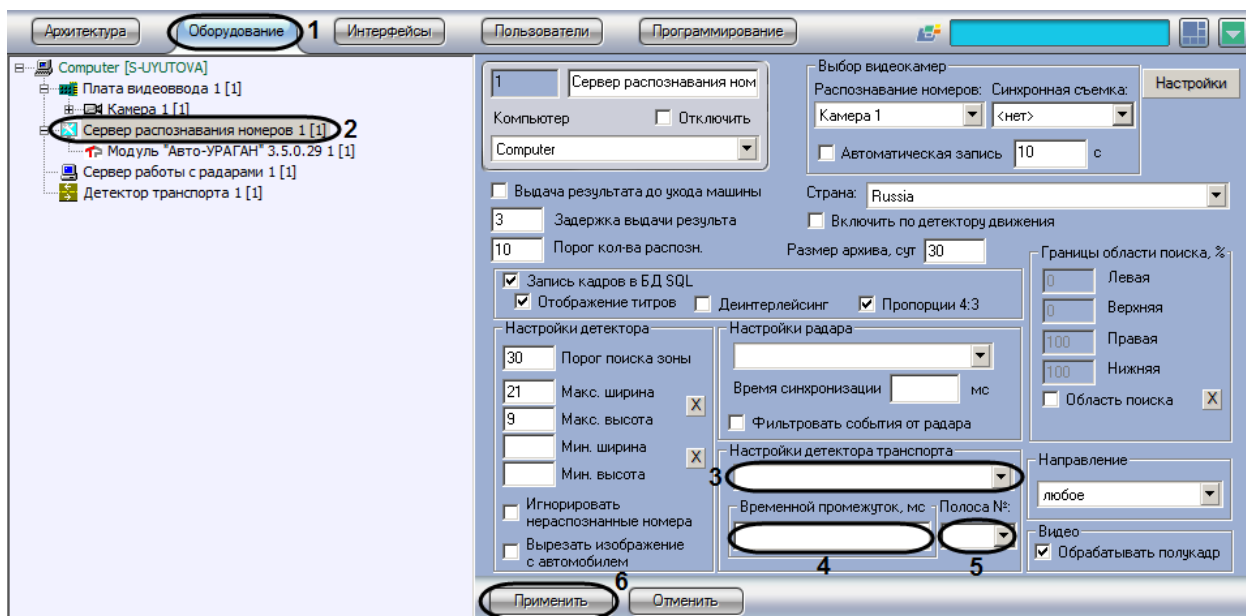

Рис. 7.2—21. Настройка совместной работы Сервера распознавания номеров и программного модуля «Детектор транспорта»
1. В диалоговом окне «Настройка системы» перейти на вкладку «Оборудование» (см. Рис. 7.2—21, 1).
2. В дереве объектов на вкладке «Оборудование» выбрать объект «Сервер распознавания номеров», соответствующий активированному программному модулю «Авто-УРАГАН 3.5.0.29», «CARMEN-паркинг», «CARMEN-Авто» или «VIT» (см. раздел «Активация программного модуля, используемого для распознавания номеров», Рис. 7.2—21, 2). В правой части вкладки «Оборудование» отобразится панель настройки выбранного объекта.
3. Выбрать объект «Детектор транспорта» из списка доступных детекторов в системе (см. Рис. 7.2—21, 3). В данном списке требуется выбрать объект «Детектор транспорта», который направлен на ту же полосу дорожного движения, что и видеокамера, работающая совместно с Сервером распознавания номеров.
4. Указать время в поле «Временной промежуток, мс», в течение которого автомобиль должен проехать расстояние от участка дороги, где происходит определение параметров транспортного потока программным модулем «Детектор транспорта», до участка дороги, где происходит определение номерного знака транспортного средства Сервером распознавания номеров (см. Рис. 7.2—21, 4). Параметр «Временной промежуток, мс» выражается в миллисекундах.
5. Выбрать полосу дорожного движения из всех полос разметки для программного модуля «Детектора транспорта» (см. раздел «Настройка программного модуля «Детектор транспорта»»), на которую настроена видеокамера Сервера распознавания номеров (см. Рис. 7.2—21, 5).